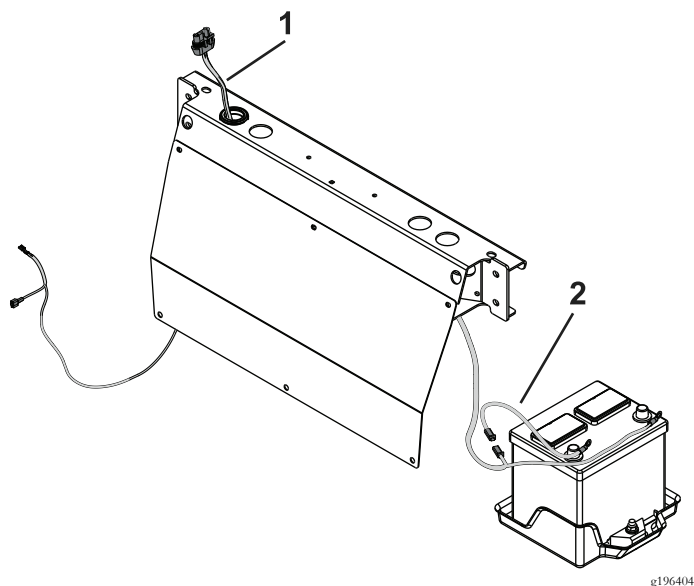

Figura 41
1. Encaminhe a cablagem como se mostra na Figura 41.
2. Ligue o elemento de ligação do fusível à cablagem (Figura 41).